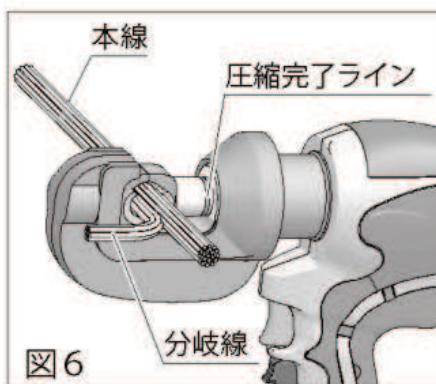

図6
- 5** 更に動作スイッチを操作し、コネクタが圧縮され圧力規制装置が作動（音が変化）するまで操作してください。こときピストンのロッド部に表示された圧縮完了ラインが見えていることを確認してください。見えていれば圧縮は正常に行われこれで圧縮完了です。（図6）